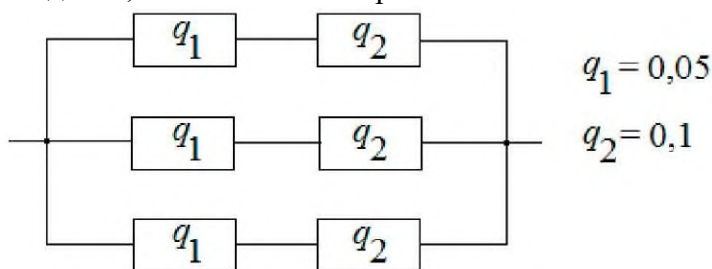

Рис. 1. Схема расчета надежности к задаче 1
1. Схема расчета надежности приведена на рис. 1. Необходимо найти вероятность безотказной работы изделия, если известны вероятности отказов элементов.